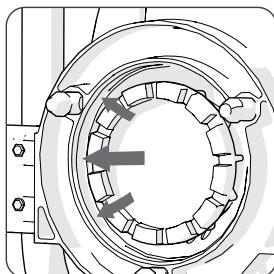

Fig. 10 (arrows show inner wall of annular ring)
- Gardez la bague annulaire scrupuleusement propre et exempte de débris. (**Fig. 10**)